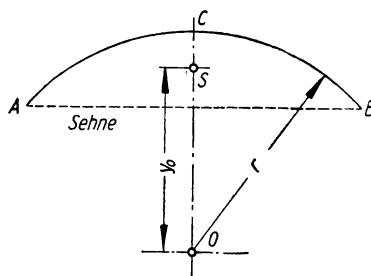

Bild 66
**205.** Wo liegt der Schwerpunkt  $S$  eines Kreisbogens  $AB$  (Bild 66)?